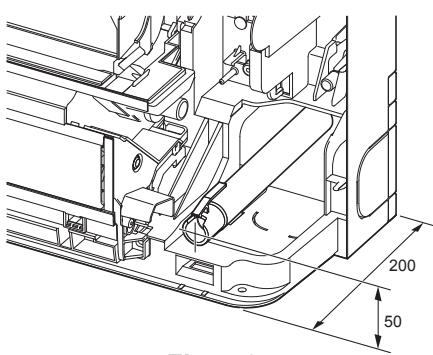

Fig. 5-3
- Al tender la tubería de drenaje, asegúrese de que la manguera de drenaje se tiende tal y como se indica a continuación. (Fig. 5-3)